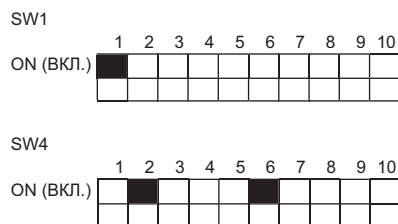

Fig. 2-2
2.4.3. Настройки переключателя (Fig. 2-2)